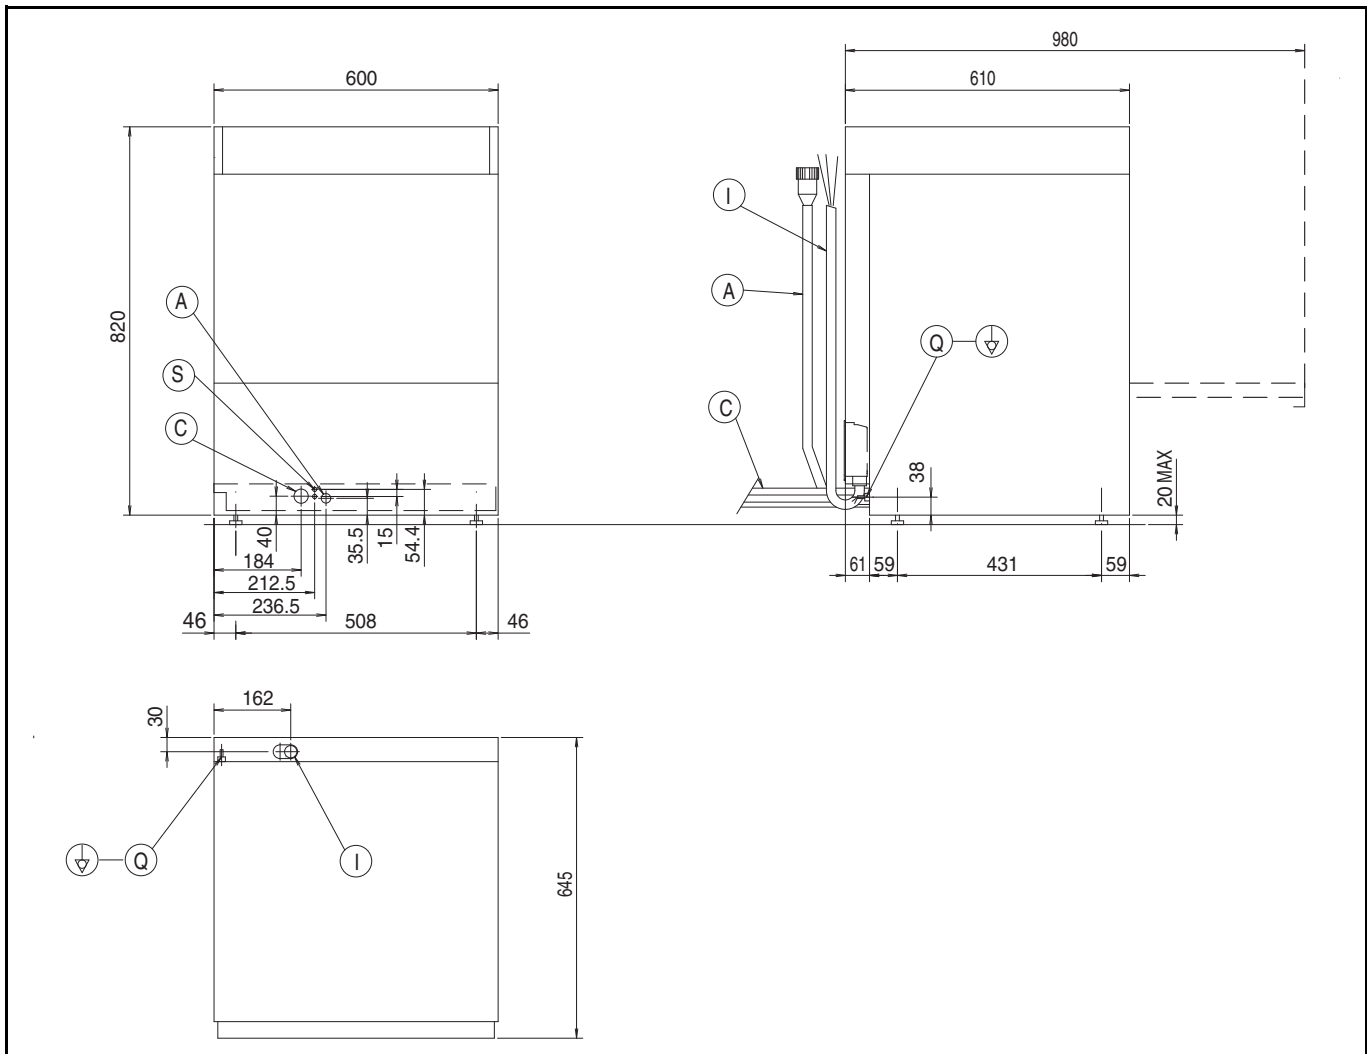
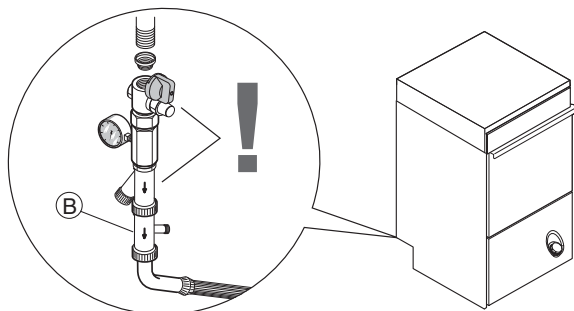

Figura 4
Figura 6
Legenda Figura 4
- Collegare il tubo alimentazione acqua "A" (Figura 4) dell'apparecchiatura alla rete idrica, interponendo un rubinetto, il filtro in dotazione ed un manometro (Figura 6).
- Nei modelli con addolcitore incorporato collegare la doppia valvola di non-ritorno "B" (Figura 6) in dotazione e il tubo di alimentazione della macchina.
collegare il tubo di scarico acqua "C" (Figura 4) alla condotta di scarico interponendo un sifone, oppure posizionare il tubo sopra un pozzetto a piletta sifoide ricavato nel pavimento.
- Collegare il conduttore di terra del cavo di alimentazione ad una efficiente presa di terra. L'apparecchiatura deve inoltre essere inclusa in un sistema equipotenziale, il cui collegamento viene effettuato mediante le vite "Q" (Figura 4) contrassegnata dal simbolo "⚡". Il conduttore equipotenziale deve avere una sezione di 10 mm².